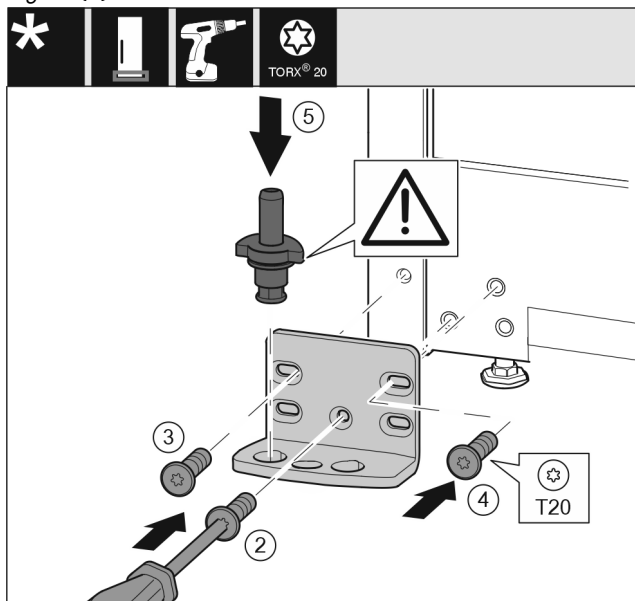

Fig. 20
- ▶ Установите опорный кронштейн с другой стороны и прикрутите с помощью отвертки T20. Начиная с винта 2 снизу в центре. Fig. 20 (2)
- ▶ Затяните винты 3 и 4. Fig. 20 (3,4)
- ▶ Установите опорный палец в сборе. При этом следите за тем, чтобы выступ фиксатора был направлен назад. Fig. 20 (5)